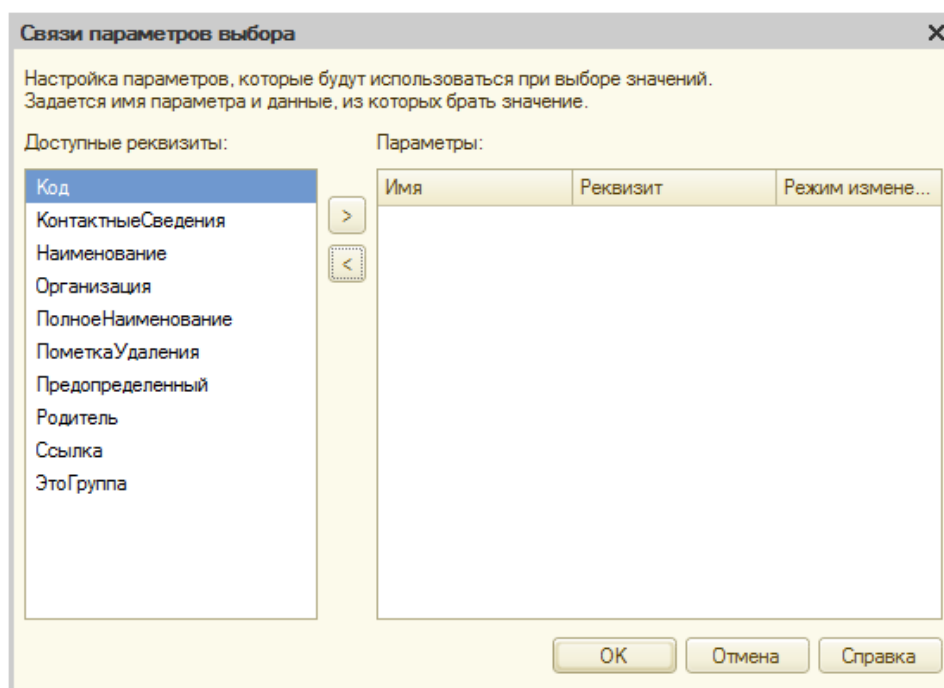

Рисунок 7.2- Окно Связи параметров выбора
3. В открывшейся палитре свойств найдем свойство **Связи параметров выбора** и нажмем на кнопку с тремя точками около этого поля. Появится окно **Связи параметров выбора**, Рисунок 7.2.